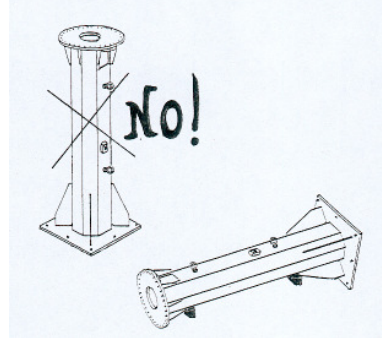

fig.9
- **Tutte le parti o componenti devono essere appoggiati o fissati stabilmente in tutte le fasi di movimentazione, trasporto e stoccaggio e non devono essere ribaltati o appoggiati in posizione verticale o su un fianco (fig.9).**